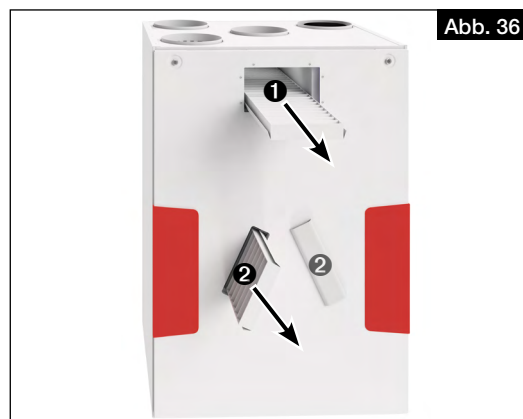

Abb. 36
2. Außenluftfilter ① nach vorne herausziehen und wechseln (s. Abb. 36).
4. Abluftfilter ② nach vorne herausziehen und wechseln (s. Abb. 36).
① Über die Software **easyControls 3.0** oder **KWL-BE Touch** quittieren.